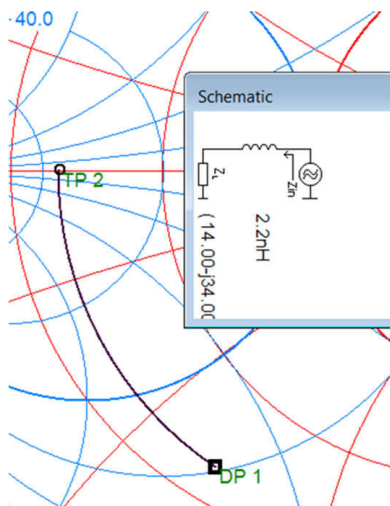

图 5-4. 将高频带匹配 L_{HIGH} : 2.2nH 和 C_{HIGH} : NC 理想值
- L_{HIGH} : 2.2nH 和 C_{HIGH} : NC ; 请参阅图 5-4